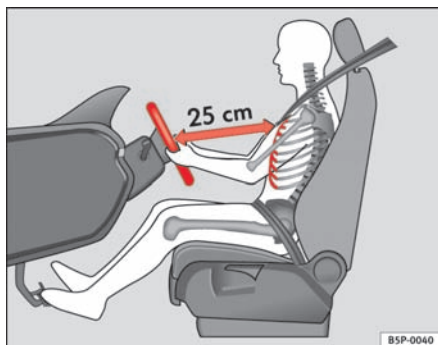

Fig. 1 Korrekt afstand mellem fører og rat
- Indstil rattet, så afstanden mellem rattet og din brystkasse mindst er 25 cm ⇒ fig. 1.
<ul style="list-style-type: none"> • Hvis føreren sidder forkert, kan det medføre alvorlige kvæstelser. • Indstil førersædet, så der mindst er 25 cm mellem brystkassen og rattets midte ⇒ side 9, fig. 1. Hvis du sidder tættere på end 25 cm, beskytter airbagsystemet ikke optimalt. • Hvis du på grund af fysiske forhold ikke er i stand til at overholde minimumsafstanden på 25 cm, skal du kontakte et værksted. Der kan de rådgive dig om eventuelle nødvendige ændringer. • Under kørsel bør du altid have begge hænder på rattet. Tag fat om rattets sider på den yderste kant (i en position svarende til klokken 9 og 3). Det reducerer faren for kvæstelser, hvis førerens frontairbag udløses. • Hold aldrig hænderne på rattet i en position svarende til klokken 12 eller i en anden position (fx i midten af rattet). I sådanne situationer kan du som fører pådrage dig alvorlige kvæstelser på armene, hænderne og i hovedet, hvis frontairbaggen udløses. • For at reducere faren for kvæstelser, som føreren kan pådrage sig i tilfælde af en pludselig opbremsning eller ulykke, må ryglænet aldrig være stillet langt tilbage under kørsel! Airbagsystemet og sikkerhedsselen beskytter kun optimalt, hvis ryglænet står i lodret position, og føreren har spændt sikkerhedsselen korrekt. Jo længere ryglænet er stillet tilbage, desto større er faren for kvæstelser, hvilket skyldes, at sikkerhedsselen ikke sidder korrekt, og at du sidder forkert! • Indstil hovedstøtten korrekt for at få optimal beskyttelse. ■